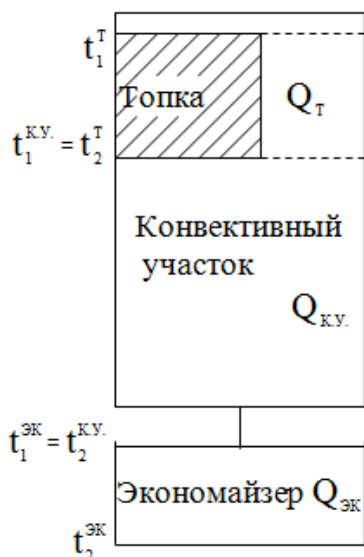

Рис. 2. Тракты котлоагрегата.
2.3.1. Найти полезно использованную в котлоагрегате теплоту на всех его участках (топка, конвективный участок, экономайзер – см. рис. 2).